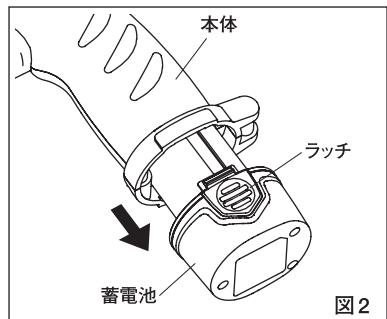

図2
(1) 充電
- ①蓄電池のラッチ部を押しながら蓄電池を本体から取外します。(図2)